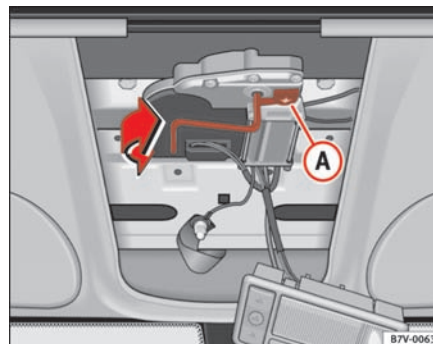

Fig. 70 Nødbetjening
- Drej afdækningen **A** ⇒ fig. 70 til åbningen til armen i pilens retning.
- Sæt armen tilbage i holderen, og drej afdækningen **A** ⇒ fig. 70 på åbningen til armen.